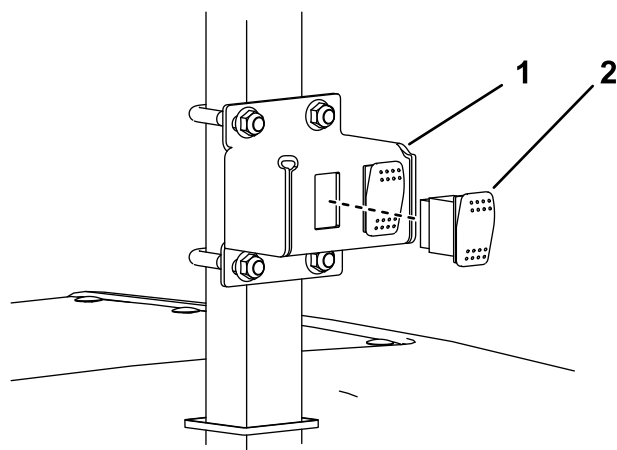

**Figura 12**
**Nota:** Il connettore della luce di segnalazione può essere sfilato dall'attacco della luce di segnalazione per il collegamento (Figura 12).
5. Montate la luce di segnalazione sulla staffa, come illustrato nella Figura 12.